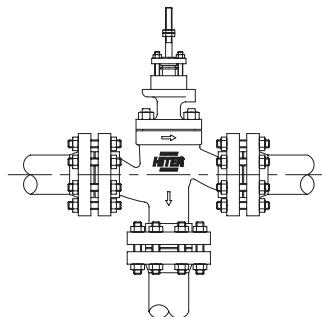

Fig. 1 – Instalación de la válvula
4.6. A posição de instalação deve ser de maneira que o atuador fique sobre a válvula e na posição vertical (fig. 1). Caso seja impossível, deve-se buscar a posição mais próxima da vertical. A posição horizontal deve ser evitada e em alguns casos deverá haver um suporte para o atuador.